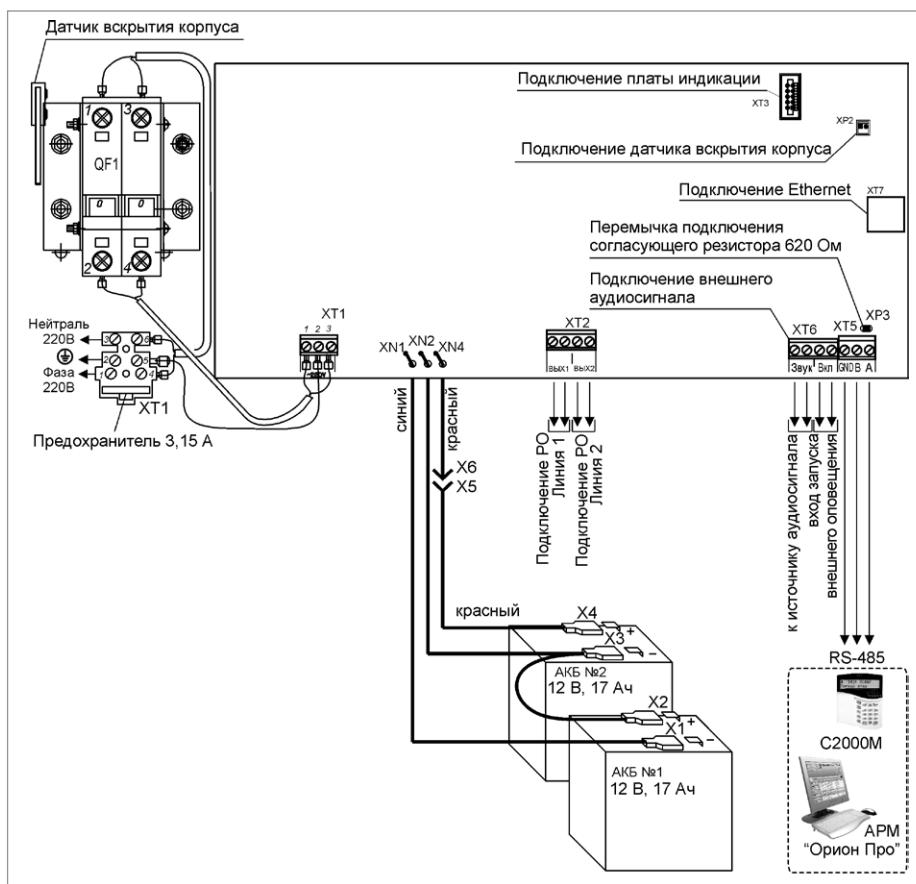

Рисунок 7.
2. Схема внешних соединений приведена на рис. 7.